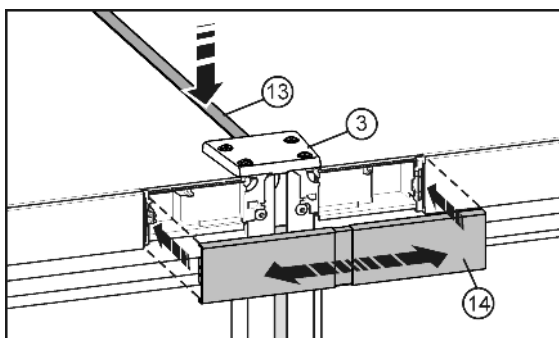

Fig. 10
- Op de bovenkant de korte lijst Fig. 10 (13) in de spleet drukken. De lijst moet aan de voorkant op één lijn met de verbindingsplaat Fig. 10 (3) liggen.
- Afdekking Fig. 10 (14) op de nog open tussenruimte van de beide bedieningsstroken vastklikken. Let erop, dat de buitenkanten van de afdekking op één lijn met de bedieningsstroken liggen. Indien nodig kan de afdekking worden uitgeschoven.